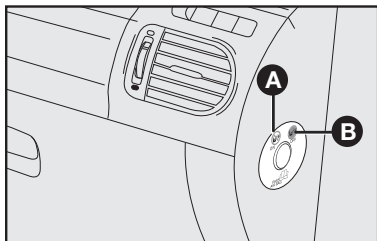

fig. 125
Para versões com ativação/desativação do airbag frontal do lado do passageiro através do interruptor na lateral do painel do veículo - figs. 125 e 126
O interruptor tem duas posições **A** e **B**-fig. 125.
**A** - Airbag lado do passageiro ativado: (posição **ON A**-fig. 125) com luz-espia " no quadro de instrumentos apagada.
**B** - Airbag do lado do passageiro desativado: (posição **OFF B**-fig. 125) com luz-espia " no quadro de instrumentos acesa.